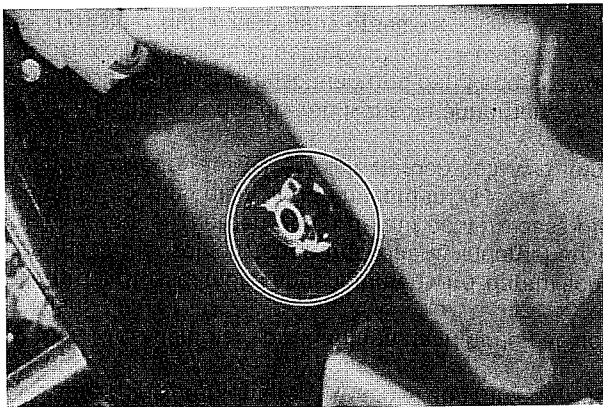

Bild 118
- Den Splint und die Scheibe entfernen und den Drehzapfen von der unteren Konsole abnehmen (Bild 118).